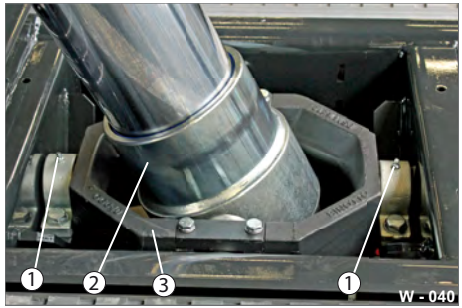

Abb. 40 Lagerung unten
- ▶ Reinigen Sie die Lagerstellen / Schmiernippel unten am Drehkranz (Abb. 40/3) mit einem sauberen Lappen.
- ▶ Schmieren Sie die Lagerböcke am Schmiernippel (Abb. 40/1) ein.